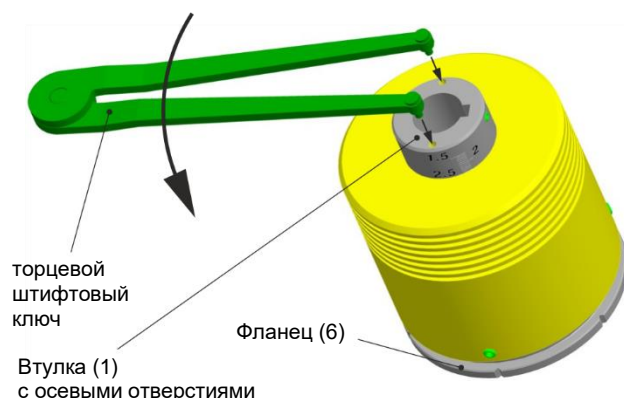

Рис. 7
- 1) Три зажимных винта (9) вывернуть назад настолько, чтобы можно было прокрутить регулировочное кольцо (3).
- 3) Фланец (6) придерживать за рифленую накатку и вращать рукой регулировочное кольцо (3) до тех пор, пока не будет достигнуто либо максимальное значение размера шага в соответствии с Таблицей 3 либо требуемое значение крутящего момента.
- 4) Регулировочное кольцо (3) слегка поправить, чтобы маркерные насечки фланца (6) были выровнены друг к другу в осевом направлении с зажимными винтами (9).
- 5) Затяните от руки три зажимных винта (9).
- 6) После каждой пошаговой регулировки втулка (1) должна быть провернута относительно фланца (6) приблизительно на два оборота (угол поворота = 720°), чтобы гистерезисный материал (4) опять был перемагничен.
Для этого, удерживая фланец (6) от поворота, вставленным торцевым штифтовым гаечным ключом (не входит в состав поставки) повернуть втулку (1). Торцевой штифтовый гаечный ключ при этом вставить в осевые отверстия втулки (1) (см. Рис. 7).